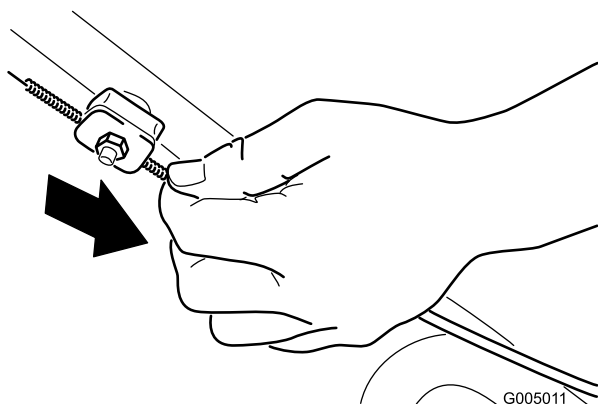

Рисунок 24
2. Потяните оболочку троса в направлении машины до выбора слабину троса (Рисунок 24).